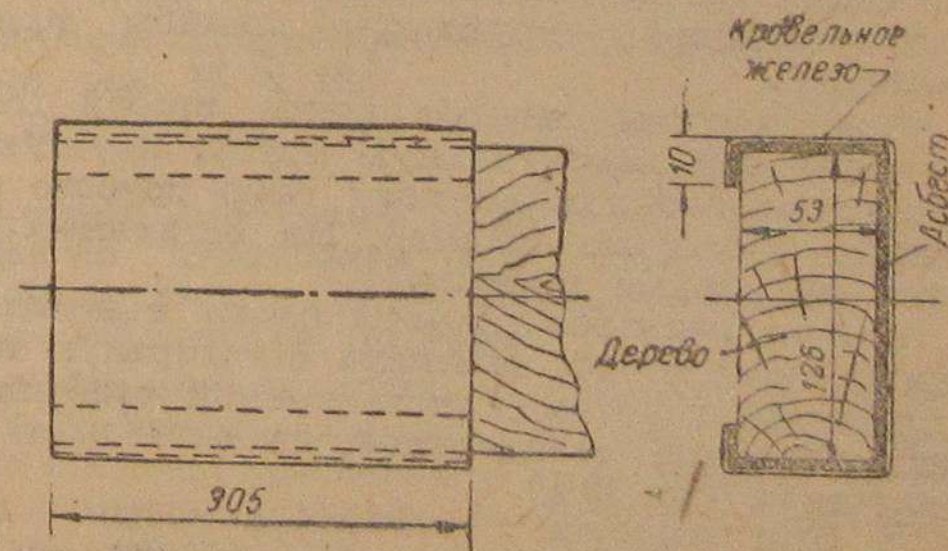

Рис. 14. Изоляция концов балки.
2. Установить на балки крепления с левой стороны газогенератор и с правой стороны тонкий очиститель, совместить отверстия в лапах с отверстиями в балках и закрепить болтами. До установки газогенератора концы балок со стороны газогенератора изолируются листовым асбестом и обшиваются железом, как указано на рис. 14.